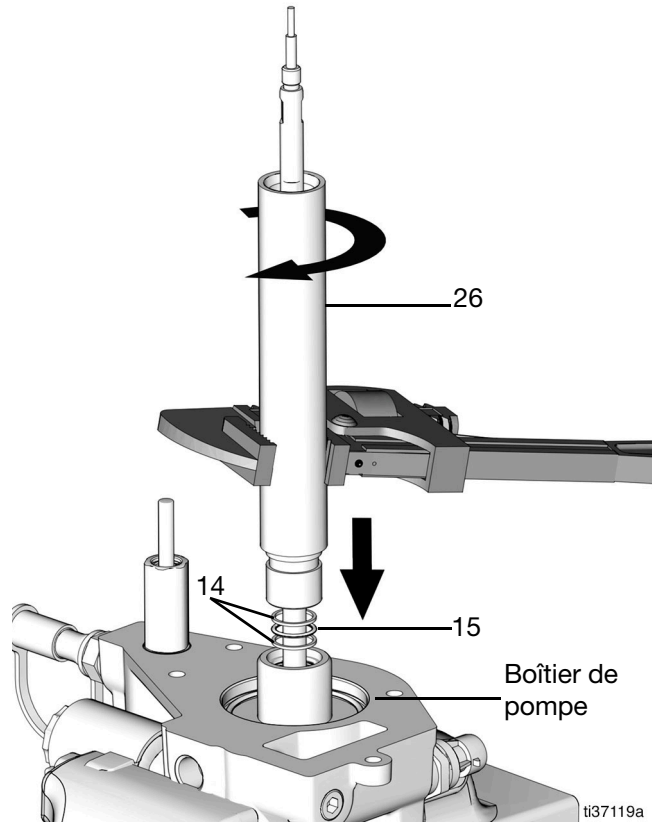

FIG. 55
- Remplacez les deux bagues d'appui (14) et le joint torique (15) par des bagues d'appui et un joint torique neufs et graissez légèrement (FIG. 55).
- Placez le tube rallonge (26) par-dessus la tige de pompe et serrez au boîtier de pompe (couple 43,4 N•m) (FIG. 55). Appliquez un composé de colle pour filetages de force moyenne.